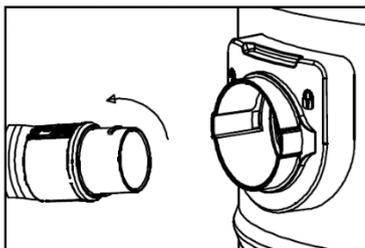

Рис. 7
- Подсоедините шланг к пылесосу, вставив шланг в соединитель и повернув его по часовой стрелке до фиксации. (Рис.7)